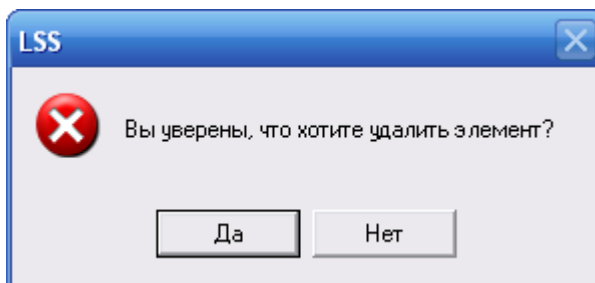

Рис. 3-109
3. В появившемся окне, представленном на рис. 3-109, подтвердите удаление работы.